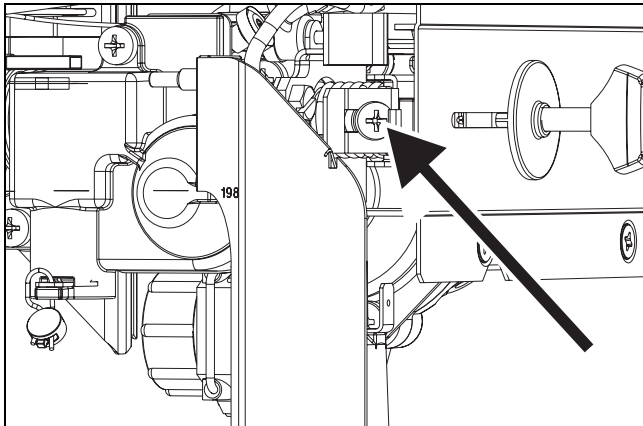

Fig. 14 Șurubul de reglare a debitului minim de gaz
- ▶ Folosind șurubul de reglare (fig. 14), reglați presiunea până atinge valorile indicate în tabelul 6.